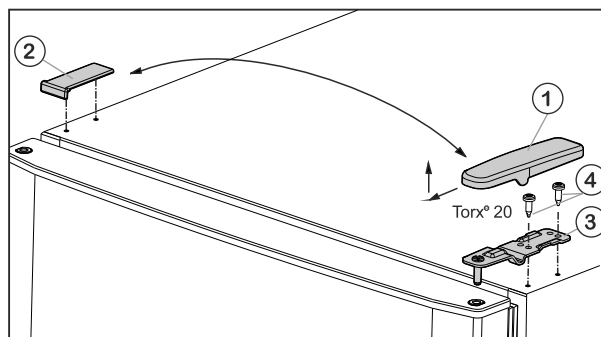

Fig. 5
- ▶ Skinite pokrov Fig. 5 (1) prema naprijed i gore.
- ▶ Podignite pokrov Fig. 5 (2).
- ▶ Odvijte gornji podložak ležaja *Fig. 5 (3)* (2 puta Torx® 20) *Fig. 5 (4)* i izvucite ga prema gore.
- ▶ Umetnite gornji podložak ležaja *Fig. 5 (3)* na novu stranu šarke u vrata.
- ▶ Čvrsto pritegnite gornji podložak ležaja (**s 4 Nm**) (2 x Torx® 20) *Fig. 5 (4)*. Po potrebi upotrijebite odvijač na baterije.
- ▶ Pokrov *Fig. 5 (1)* postavite izvana na suprotnoj strani tako da se fiksira.
- ▶ Pokrov *Fig. 5 (2)* postavite odozgo na suprotnoj strani tako da se fiksira.